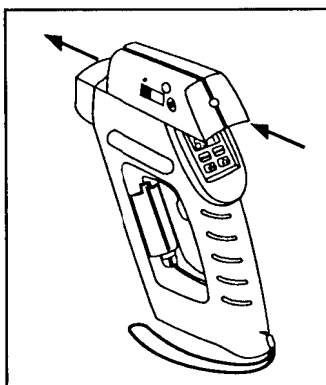

Figure 3-3. Installing the Viseur laser
1. Glisser le viseur laser dans la rainure en V du thermomètre d'arrière en avant jusqu'à ce qu'il se bloque en position. Voir la Figure 3-3.